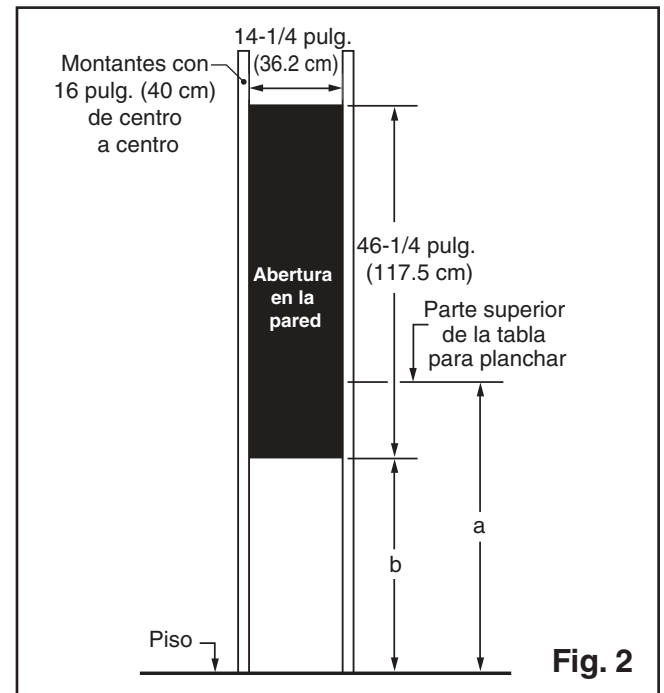

Fig. 2
2. Determine la distancia por encima del piso. (Fig. 2)
3. Corte el orificio en la pared. (Fig. 2)